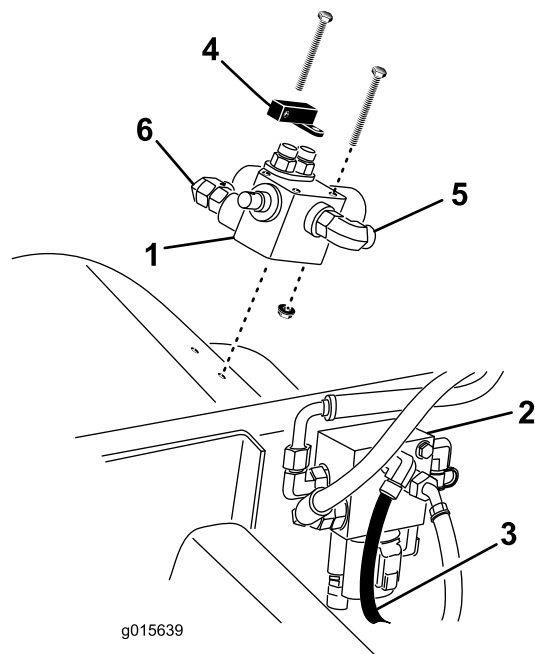

Figura 5
9. Monte a válvula de controle e a alavanca de inclinação no guarda-lamas direito com os 3 parafusos (1/4 x 2-3/4 pol.) e porcas flangeadas de 1/4 pol. como se mostra na Figura 5.
10. Coloque um recipiente de escoamento debaixo do manípulo de elevação (Figura 5).
11. Desligue o tubo de direção (Figura 5) da porta traseira superior do coletor de elevação (o tubo sai da válvula de direção).
12. Ligue o tubo de 30,5 cm ao tubo de direção desligado e ao encaixe de 90 graus no lado do operador da válvula de controle (Figura 5).
13. Ligue o tubo hidráulico mais comprido com os encaixes retos (incluído com o kit) à porta vaga no coletor de elevação e ao encaixe de 90 graus no lado exterior da válvula de controle (Figura 5).